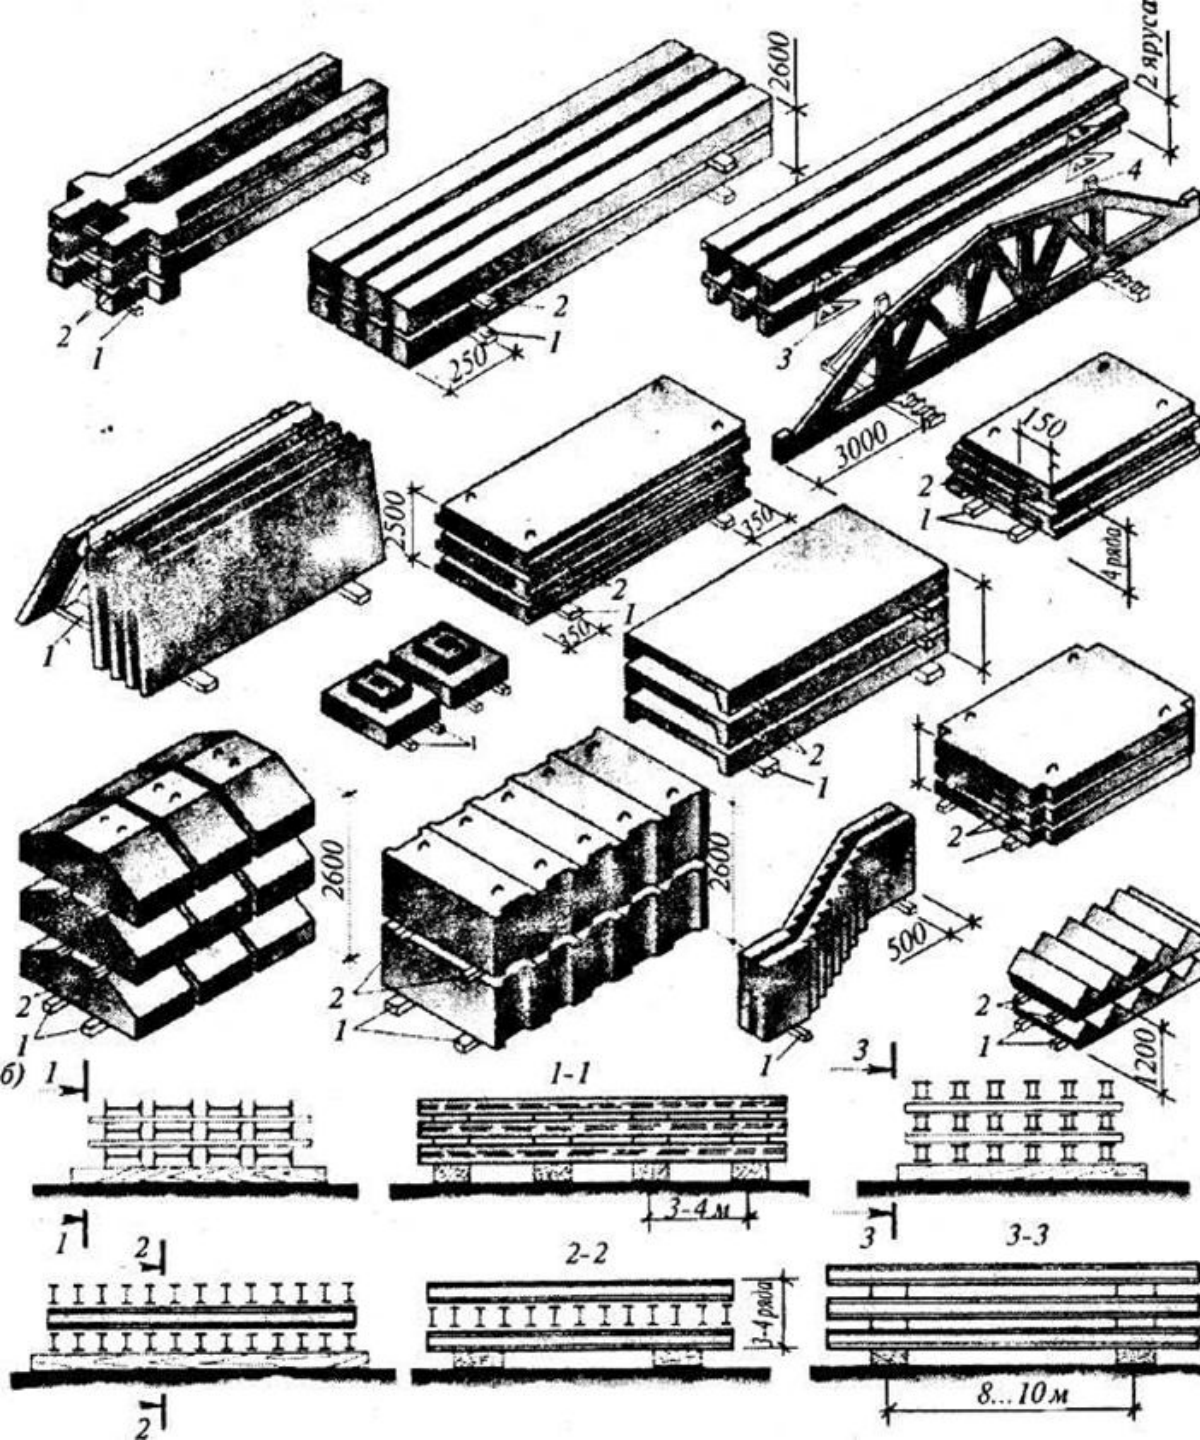

Рис. 1.
- Все элементы складировать на деревянных подкладках размером 6х6 и 8х8 см, при этом должны быть обеспечены соосность укладки элементов, исключены возможности образования трещин и перенапряжений в бетоне конструкций (рис. 1).